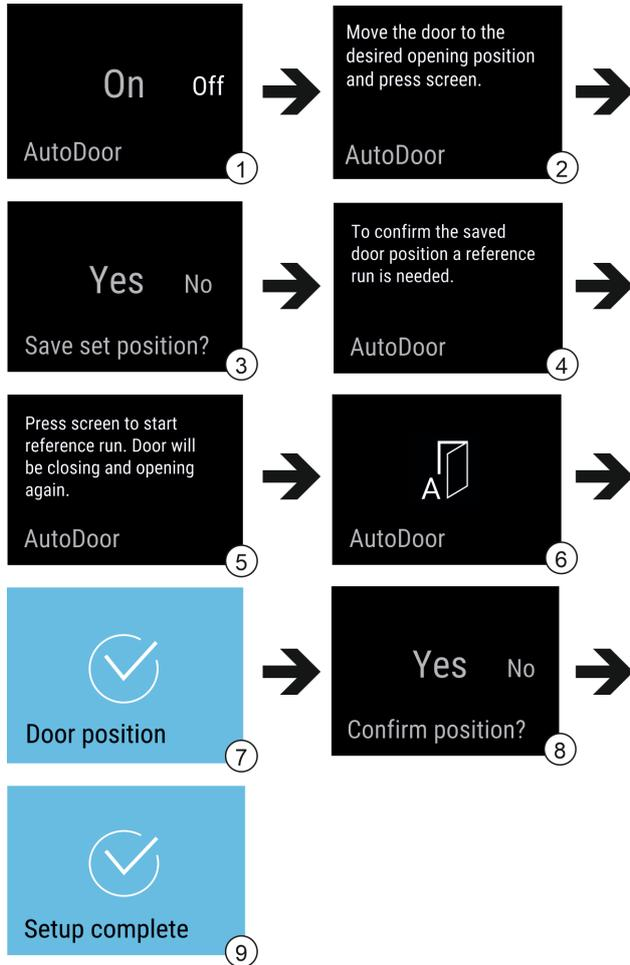

Fig. 13 Exemplarische Darstellung der Anzeigen in englischer Sprache
- ▶ AutoDoor aktivieren: Anzeige im Display auf On wischen. Fig. 13 (1)
- ▶ Display 3 Sekunden lang drücken. Fig. 13 (1)
- ▶ Türöffnungswinkel konfigurieren: Tür mindestens 70° öffnen. Fig. 13 (2)
- ▶ Türöffnungswinkel bestätigen: Meldung im Display antippen. Fig. 13 (3)
- ▶ Referenzfahrt starten: Display antippen. Fig. 13 (5)
- ▶ Display blinkt. Fig. 13 (6)
- ▶ Referenzfahrt ist erfolgreich: Display wird 2 Sekunden blau. Fig. 13 (7)
- ▶ Türöffnungswinkel bestätigen. Fig. 13 (8)
- ▶ Display wird blau. Fig. 13 (9)